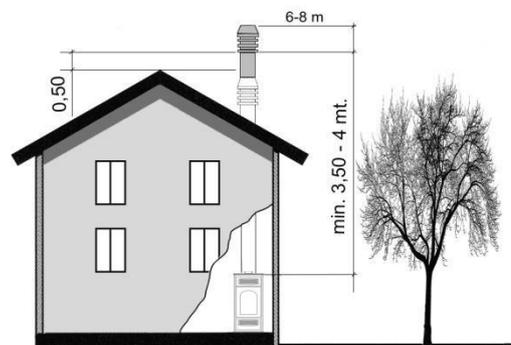

fig.4
- Le terminal de cheminée doit être placé de façon à garantir une dispersion et une dilution appropriées des produits de la combustion et dans tous les cas hors de la zone de reflux. Cette zone a des dimensions et des formes différentes en fonction de l'angle d'inclinaison de la couverture, c'est pourquoi il s'avère nécessaire d'adopter les hauteurs minimums reportées sur les figures 4 et 5.
- Le terminal de cheminée devra être de type anti-vent et dépasser la hauteur du sommet (fig.4 et fig.5).
- Des fabrications éventuelles ou d'autres obstacles dépassant la hauteur du terminal de cheminée ne devront pas être placés derrière le terminal de cheminée même (fig.4).